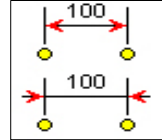

Рис. 9.28
- **Стрелки внутри/снаружи** – выбор отображения символа стрелки внутри или снаружи от выносных линий (рис. 9.28).